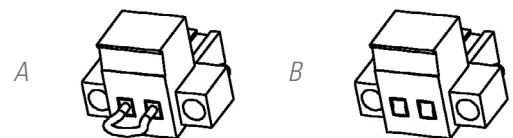

Abb. 11. Stecker für den externen Not-Aus-Schalter.
- ☐ Sobald der Anschlussstecker aus der Steckdose, in der er eingesteckt ist, herausgezogen wird. Dieser Stecker ist an einem Kabel als eine Art Brücke, die den Stromkreis schließt, angeschlossen (siehe Abb. 11-A).
stalliert ist, betätigt wird (siehe Abb. 11-B) Der Anschluss am Schalter muss mit einem normalerweise geschlossenen Kontakt -NC- ausgestattet sein, der den Stromkreis öffnet, wenn er betätigt wird.